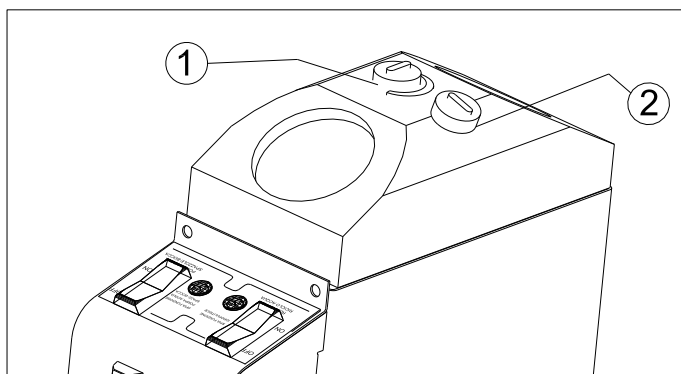
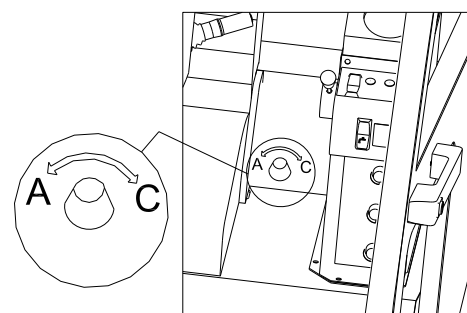

Figura 25
Figura 26
-Per attivare il riscaldamento aprire (ruotando in senso antiorario) il regolatore posto nella parte sinistra del pianale cabina ,tra il sedile e la colonnina del riscaldamento, quando è nella posizione **A** [Vedi Figura 26]. Attivare la ventilazione con il regolatore **POS 2.**[Vedi Figura 25].
- Per attivare il climatizzatore portare il regolatore nella posizione **C** [Vedi Figura 26]. Attivare la ventilazione con il regolatore **POS 2.** e regolare la temperatura con il regolatore **POS1.**[Vedi Figura 25]